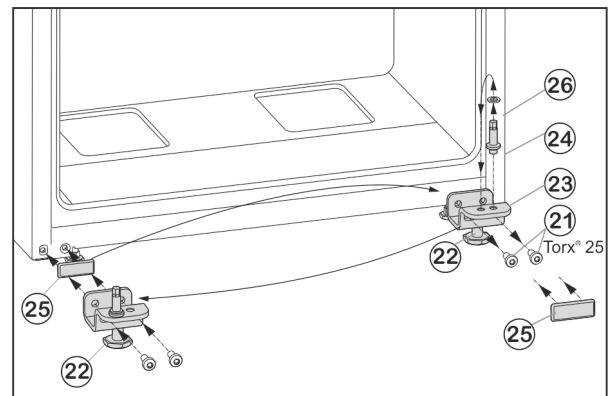

Fig. 9
- ▶ Открутите крепежные винты Fig. 9 (21).
- ▶ Снимите нижний опорный кронштейн Fig. 9 (23) вместе с опорным пальцем Fig. 9 (24), шайбой Fig. 9 (26) и регулируемой опорой Fig. 9 (22).
- ▶ Открутите опорный палец Fig. 9 (24) вместе с шайбой Fig. 9 (26) и, переставив в отверстие на противоположной стороне опорного кронштейна, снова прикрутите.
- ▶ Аккуратно снимите защитную пластину Fig. 9 (25) и переставьте ее на противоположную сторону.
- ▶ Прикрутите нижний опорный кронштейн Fig. 9 (23) вместе с опорным пальцем Fig. 9 (24), шайбой Fig. 9 (26) и регулируемой опорой Fig. 9 (22) с новой стороны шарнира (с моментом 4 Нм), при необходимости используйте аккумуляторный шуруповёрт.
- ▶ Установите дверь сверху на опорный палец Fig. 9 (24).
- ▶ Выверните регулирующую опору Fig. 9 (22) на нижнем опорном кронштейне Fig. 9 (23) до ее соприкосновения с полом.